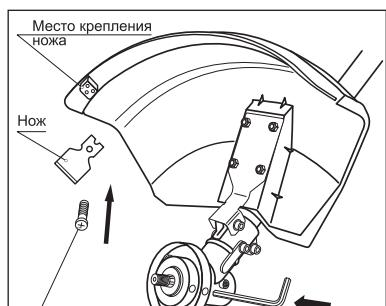

рис. 12
- Установите нож на защитный кожух (рис. 12).